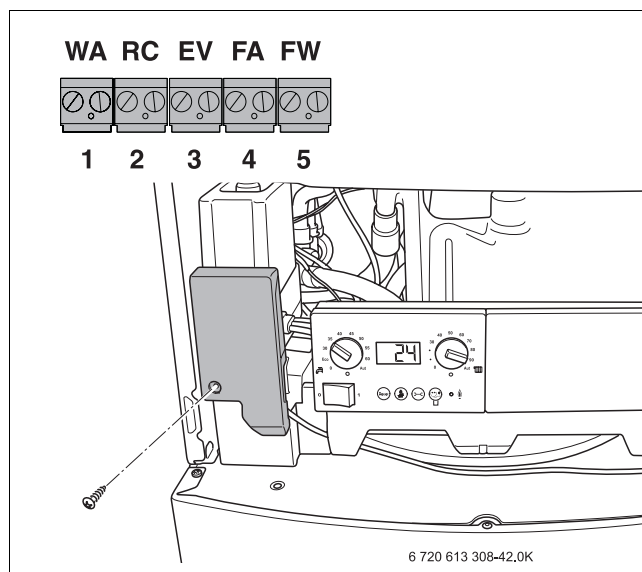

Bild 46 Anschlusskasten und Klemmleiste
- Schraube am Anschlusskasten lösen (→ Bild 46) und Deckel abnehmen.
- Anschluss an der Klemme RC (→ Bild 46, 2, Seite 42 - orange) vornehmen.
- Bei raumtemperaturgeführter Betriebsweise oder Verwendung als Fernbedienung: das Regelgerät an die Klemme RC (→ Bild 46, 2, Seite 42 - orange) anschließen.
(→ Bild 46, 2, Seite 42 - orange).
(→ Bild 46, 2, Seite 42 – orange) und außerhalb des Heizkessels an den EMS-Stecker im Schutzkapsel
(→ Bild 46, 4, Seite 42 - blau) anschließen.
(→ Bild 46, 5, Seite 42 - grau) anschließen.